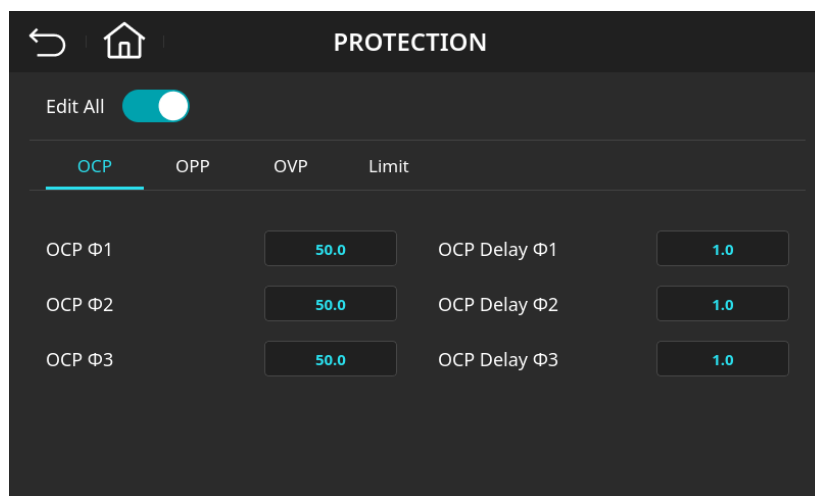

图 4-54 输出过电流保护页面(OCP Φ1/ Φ2/ Φ3 =50.0 A，OCP Delay Φ1/ Φ2/ Φ3 =1.0 s)
6. 输入 **1** 后按下 **Enter** 键，数值变更成“1.0”，如图 4-54 所示。